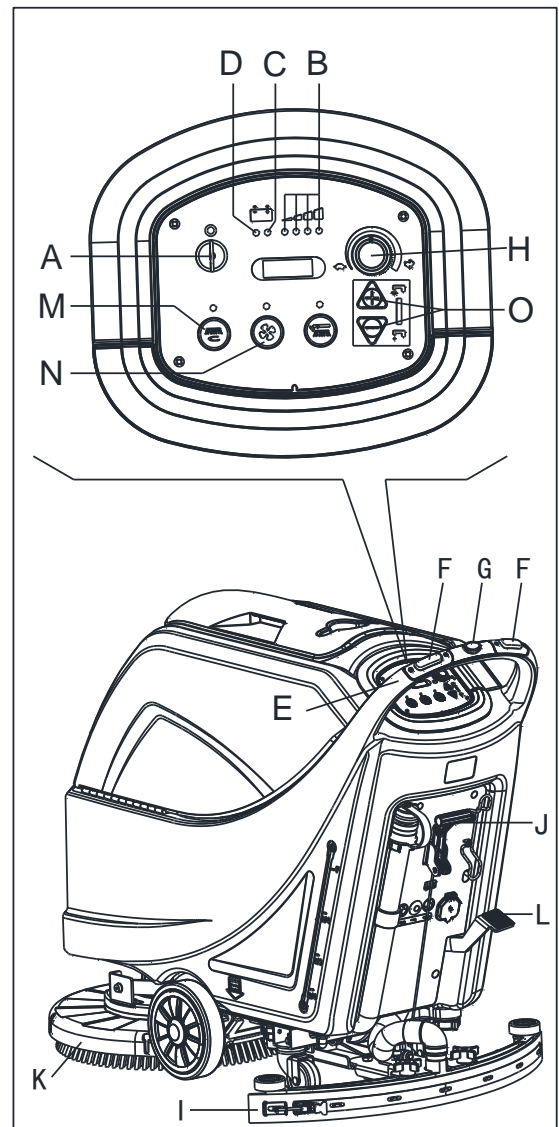

Figura 8
- Insira a chave de ignição (A, Figura 8) e gire-a para "I". Verifique se a luz de aviso verde (B) se liga (bateria carregada). Se a luz de aviso amarela (C) ou vermelha (D) se ligar, gire a chave de ignição para "0" e carregue as baterias (consulte o procedimento no capítulo de Manutenção).
- Empurre com as mãos no punho (E) (só para máquinas sem tracção).
- Empurre com as mãos no punho (E) e pressione o interruptor (F) para mover para a frente, ou pressione o interruptor (F) juntamente com o interruptor (G) para mover para trás (só para máquinas com tracção). A velocidade para a frente pode ser ajustada com o regulador (H).
- Baixe o squeegee (I) com a alavanca (J).
- Baixe o convés do suporte de escova/esponja (K) levantando o pedal (L) (só para máquina de disco).
- Pressione o interruptor do suporte de esponja/escova (M) e interruptor de sistema a vácuo (N).
- Pressione os interruptores de controlo de fluxo de água de limpeza (O) conforme necessário, dependendo no tipo
1. Baixe a plataforma do suporte de escova/esponja pressionando o interruptor do suporte de escova/esponja (M, Figura 8).
2. Mantenha ambas as mãos no punho e pressione o interruptor de segurança (F, Figura 8), de seguida, mexa a máquina para iniciar a escovar/secar o chão.